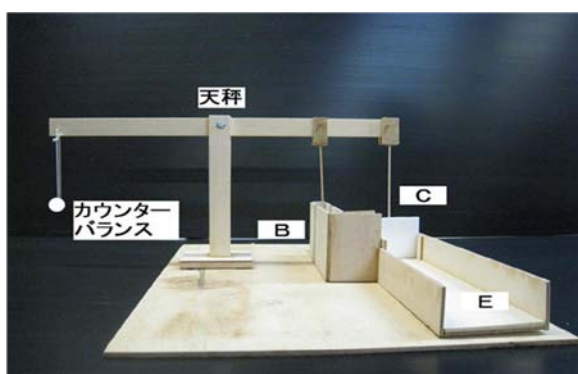
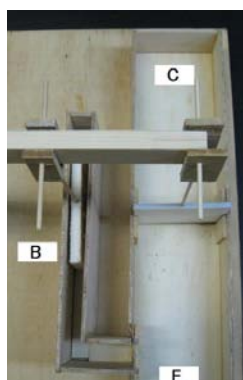
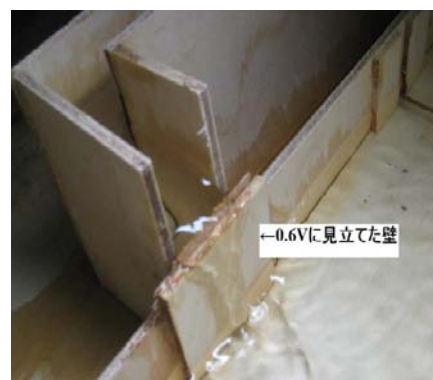
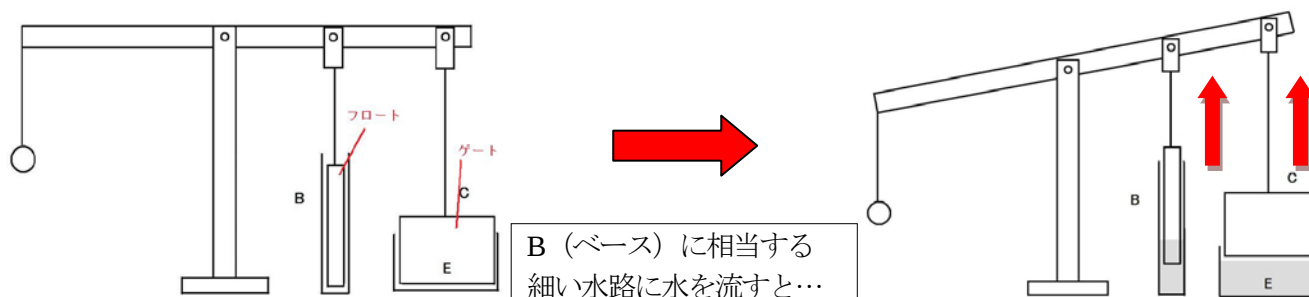

図1 トランジスタの水モデル教材全体
図2 水路 (上から見る)
図3 0.6Vに見立てた壁
図4 教材の構造と動作説明
本教材は図1のような天秤と水路で n-p-n 型のトランジスタの動作に対応するように構成した。細い水路は B (ベース) - E (エミッタ) 間、広い水路は C (コレクタ) - E 間を表している(図2 参照)。この教材は B-E 間に少量の水を流すことで C-E 間の多量の水を制御するものである。B-E 間の水路は幅が狭く、B-E 間と C-E 間の接合部には図3のように壁を設置し、水を流すと短い時間で水位が高くなるようにしてある。この壁は電気的に言い換えるとベース電流が流れはじめる電圧 (シリコントランジスタの場合約 0.6V) に相当する。また、B-E 間の水路には軽くて体積の大きい発泡スチロールのフロートを入れてあり、水を導入して水位が高くなると発泡スチロールが浮かび、天秤に対して上方向の力を加える。その力に連動して B-E 間の水位が 0.6V に対応する壁の高さ程度になると天秤に接続されている C-E 間のゲート (薄い板) も上昇して、水路の C 側に貯まった多量の水が流れる (図4 参照)。これが少量の水で多量の水を制御する、すなわち小さな電流で大きな電流を制御するトランジスタの説明となる。
- ・ 電流増幅作用だけでなく、図3の壁を設置することである水位(0.6Vの電圧)まで達しないと、水(電流)は流れないという仕組みも水モデルで表現した。